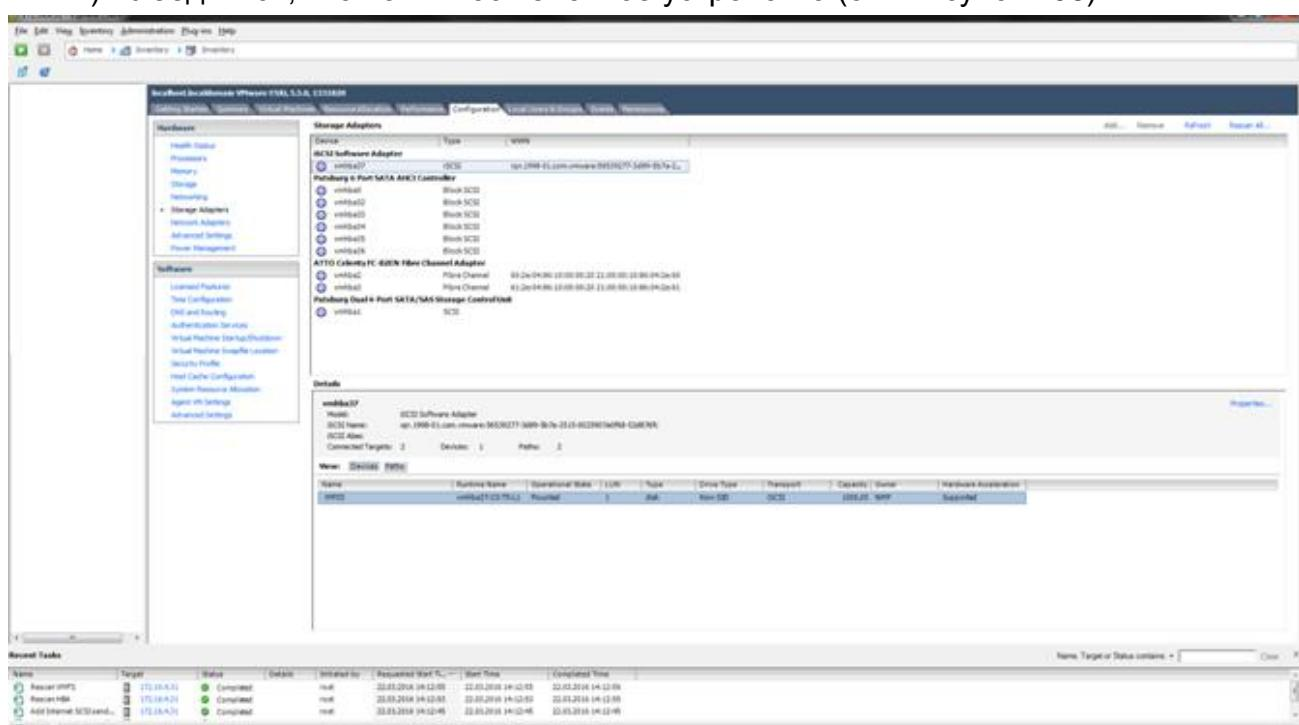

Рисунок 108 - Подключение к iSCSI Targets
2) Убедиться, что появилось блочное устройство (см. Рисунок 108).